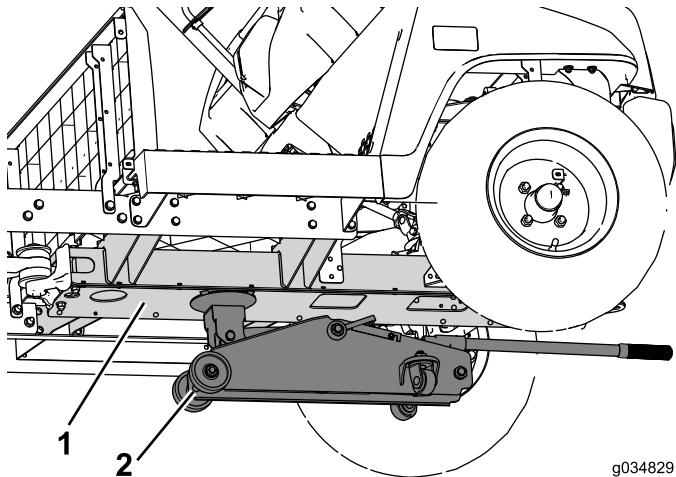

Рисунок 15
- Установите напольный домкрат под центральный швейлер, чтобы поддерживать переднюю часть автомобиля (Рисунок 15).